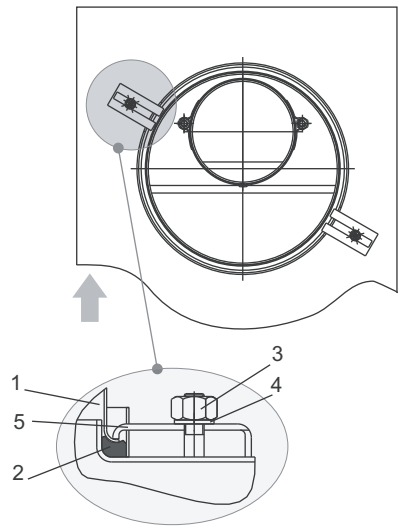

Рис. 4. Схема крепления воздуховода
6.3.8. Установить изделие проушинами (п. 4, рис.2) на шпильки крепления (п. 6, рис. 2), соединив при этом патрубок дымохода с фиксированным патрубком газосхода наружного. Патрубок воздуховода (п. 1, рис. 2) разместить в кольцевом пазе котла на прокладку (базальтовый шнур). **Выставить вертикально изделие и закрепить его гайками (п. 9, рис.2), обеспечивая при этом плотный и герметичный прижим котла к воздуховоду.** Установить прижимы и закрепить ими воздуховод в пазе котла (рис. 4).